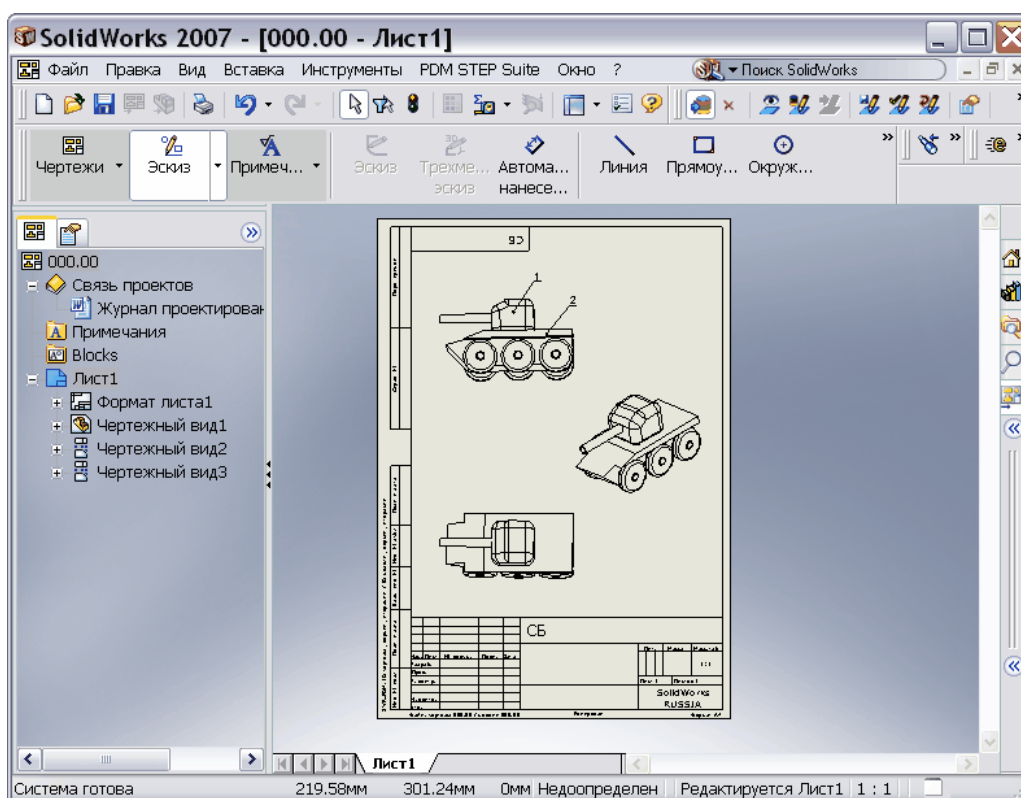

Рис. 81
1. Расставьте позиции на сборочном чертеже БМП (Рис. 81).